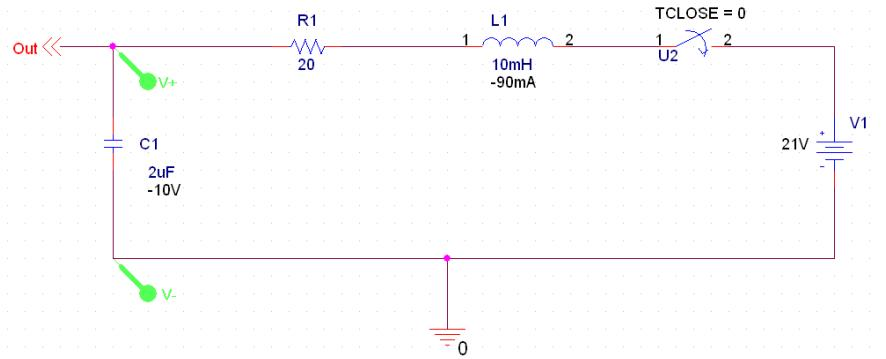

图 59. 有常断开关 U1 的线路图
假设我们有如图 59 的线路图, 图上有一个常断开关 U2. 用 PSpice 可显示当开关合上的瞬间电容器上面的充电电压.
9.1 建立一个 Project 带有图 59 的线路图. 这里要说明的是如何建立开关 Sw\_tClose.